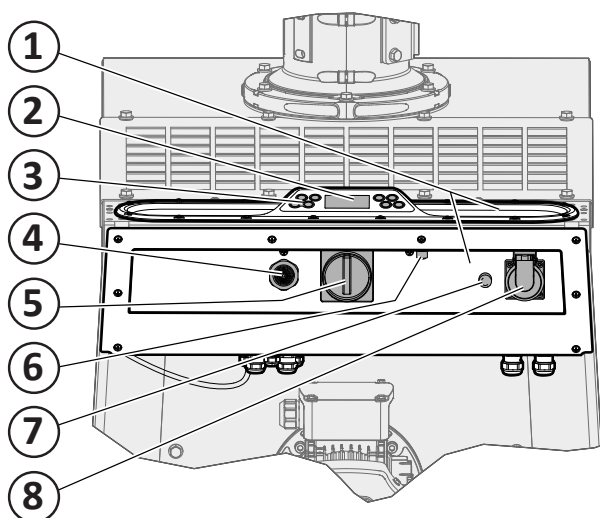
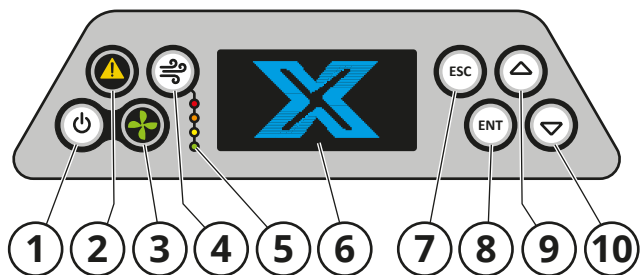

Fig. 16
Fig. 17
Se Fig. 16.
På manöverpanelen (**Fig. 16**) sitter styrpanel, strömbrytare, anslutning för tånggivare och uttag 230 VAC med automatsäkring. Manöverpanelen fungerar även som handtag vid förflyttning samt avlastningsyta.
Se Fig. 17.
När maskinen strömsätts med strömbrytaren (5, Fig. 16) tänds displayen (6, Fig. 17). När displayen visar INSTÄLLNINGAR och UNDERHÅLL är styrpanelen klar för användning. Fläkten startas/stoppas med Start/stoppknapp fläkt (1) och driften indikeras av indikatorlampan (3). Om luftflödet är för lågt slocknar lampan och ljudlarmet varnar.
**Auto uttag start.** Inställning för att med ett verktyg t.ex vinkelslip anslutet till Uttag 230 V (pos 8, **Fig. 16**) starta och stoppa fläktmotorn. Val görs med navigeringsknapp.
Vid val **AUTO rengöring ON** i inställningsmenyn sker automatiskt filterrensning under drift. Automatisk filterrensning sker mellan förinställda tryckfall. Indikatorlamporna för Filterstatus på styrpanelen (**Fig. 17**, pos 5) visar filtermediets nedsmutsningsgrad. En offline-rensning sker också 20 minuter efter att fläktmotorn stängts av. När filterpatronen är mättad och luftflödet för lågt signalerar ljudlarmet och varningsindikatorn (2).